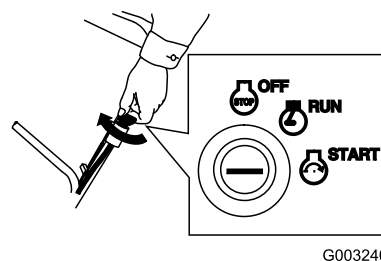

Figura 18
- Girate la chiave di accensione in posizione di avviamento, e rilasciatela quando il motore si avvia (Figura 18).